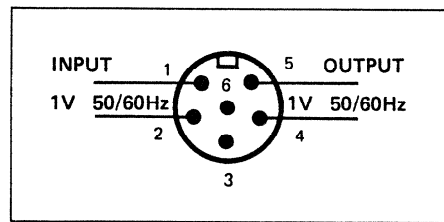

Fig. 4
2. Maschine einschalten. Am Pilottonverstärker-Eingang 1V/50Hz einspeisen (Fig. 4).
2. Switch on machine. Apply 1V/50Hz to pilottone amplifier input (fig. 4).